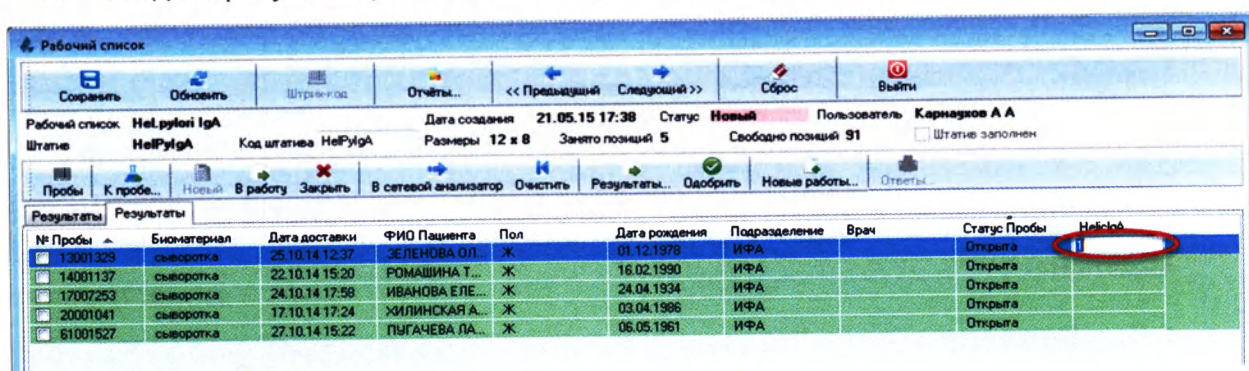

Рисунок 6.33
2. Введите результат работы в колонку с названием теста (Рисунок 6.33):